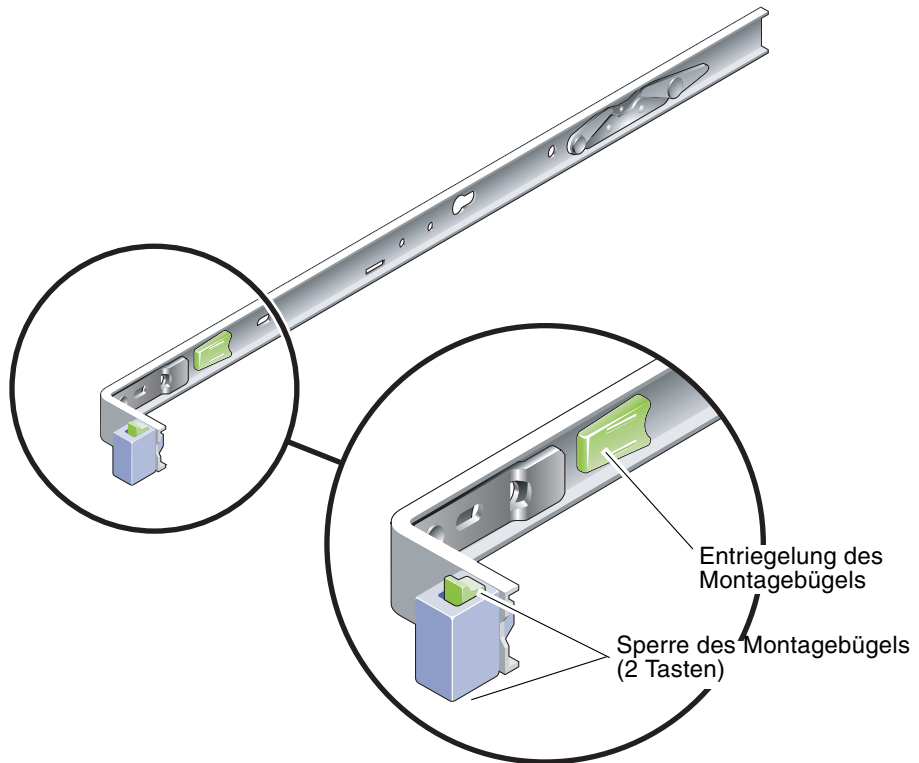

ABBILDUNG 1-3 Sperren am Montagebügel
- An jedem Sun Fire T1000-Montagebügel befinden sich zwei Sperren (ABBILDUNG 1-3). Die Sperren ermöglichen es, den Montagebügel nach vorne zu ziehen. Durch die Bügelentriegelung kann der Montagebügel von der Schiene abgenommen werden. Die Entriegelung wird auch betätigt, wenn Sie den Montagebügel wieder auf die Schiene drücken.